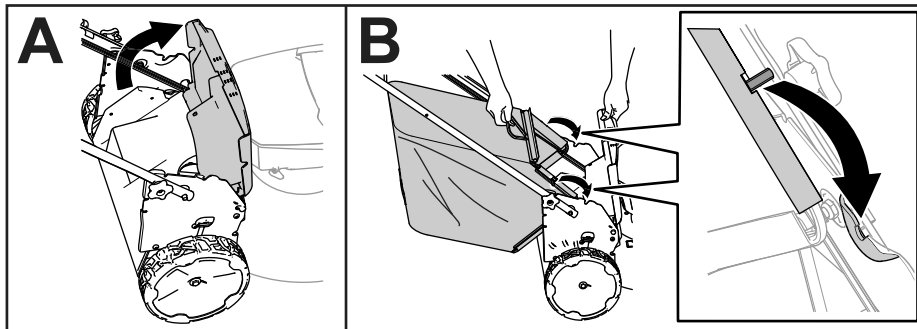

Figura 12
1. Tirate verso l'alto il deflettore posteriore (A di Figura 12).
2. Inserite le estremità dell'asta del cesto di raccolta nelle tacche nelle staffe della stegola (B di Figura 12).